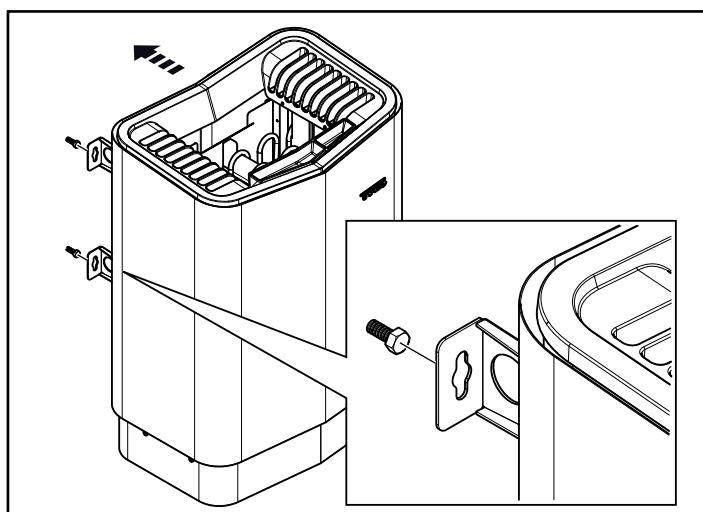

Fig 19: Häng upp aggregatet
1. Häng upp aggregatet på skruvarna se Fig 19.